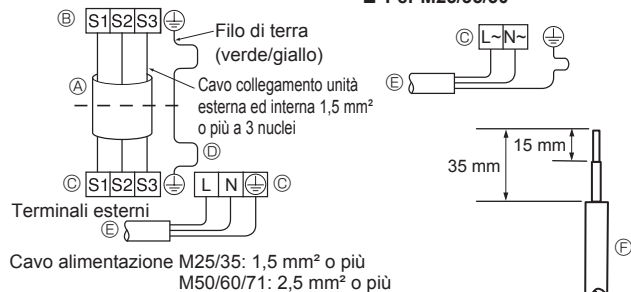
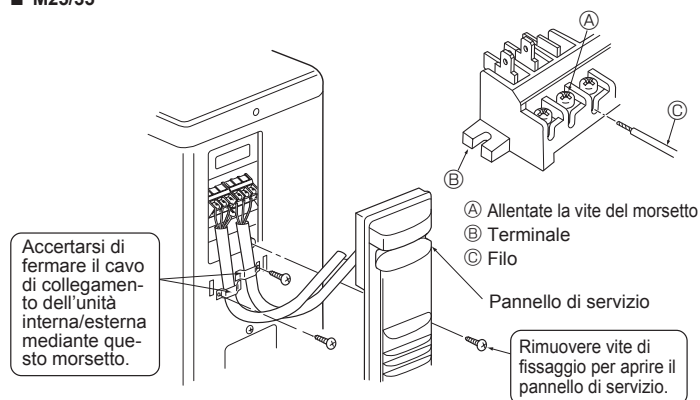
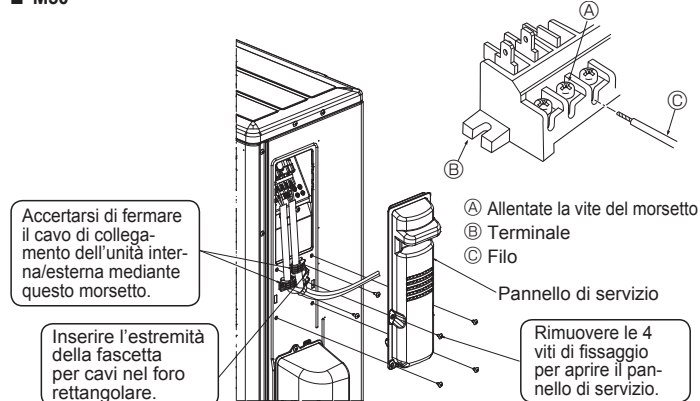

Fig. 6-2
Fig. 6-3
Fig. 6-4
6.1. Unità esterna (Fig. 6-1, Fig. 6-2, Fig. 6-3, Fig. 6-4, Fig. 6-5)
- ① Rimuovere il pannello di servizio.
- ② Collegare i cavi facendo riferimento alla Fig. 6-1, Fig. 6-2, Fig. 6-3, Fig. 6-4 e Fig. 6-5.
- Eseguire i collegamenti elettrici seguendo lo schema ripreso qui sotto a sinistra (Procurarsi il cavo localmente). (Fig. 6-2)
- ① Cavo di collegamento
- ② Terminali interna
- ③ Terminali esterna
- ④ Installare sempre un filo di terra più lungo degli altri cavi.
- ⑤ Cavo di alimentazione
- ⑥ Filo